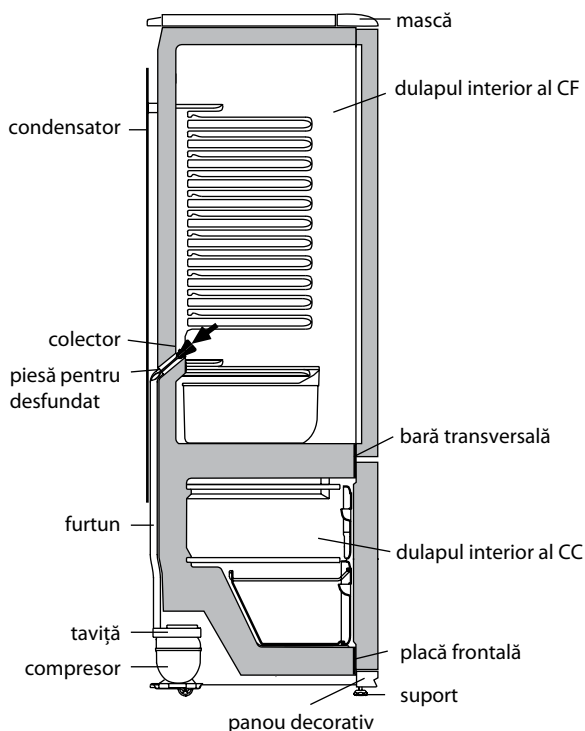

Figura 5 — Schema scurgerii apei rezultate în urma topirii din CF
3.5.1 În CF se folosește un sistem automat de dezghețare. Bruma, care apare pe perețele din spate a CF, după deconectarea compresorului care lucrează în ciclu, se topește și se transformă în picături de apă. Picăturile de apă rezultată în urma topirii se scurg în colector, apoi prin gaura acestuia și prin furtun - în tavița de pe compresor, în conformitate cu figura 5 și se evaporă. Gaura colectorului este dotată cu o piesă pentru prevenirea înfundării sistemului de drenaj.
Prezența apei în colector indică înfundarea sistemului de drenaj. Pentru eliminarea înfundării folosiți piesa corespunzătoare și curățați gaura colectorului, astfel ca apa să se scurgă liber în taviță, apoi spălați piesa și instalați-o în conformitate cu figura 5.
SE INTERZICE să utilizați frigiderul cu sistemul de scurgere înfundat. Apa care a apărut la baza CF sau care a ajuns în locul de alăturare a barei transversale și a dulapului interior al CF, în conformitate cu figura 5, poate provoca coroziunea dulapului exterior al frigiderului și elementelor agregatului frigorific, defectarea izolației termice, formarea crăpăturilor dulapului interior și defecțiunea frigiderului.
SE INTERZICE dezghețarea CC fără utilizarea elementului pentru drenare. Apa rezultată în urma topirii care se scurge din cameră afară de elementul pentru drenare, pătrunzând în locul de alăturare a plăcii frontale la dulapul interior în conformitate cu figura 5, poate provoca coroziunea dulapului exterior al congelatorului și a elementelor agregatului frigorific, defectarea izolației termice, formarea crăpăturilor dulapului interior și defecțiunea frigiderului.